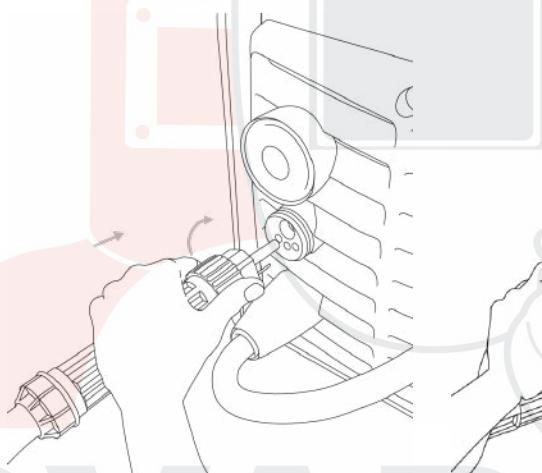

Рис. 7.1. Подключение горелки.
1. Подключите сварочную горелку для MIG сварки в «еворазъём» на передней панели сварочного аппарата (См. рис. 7.1).